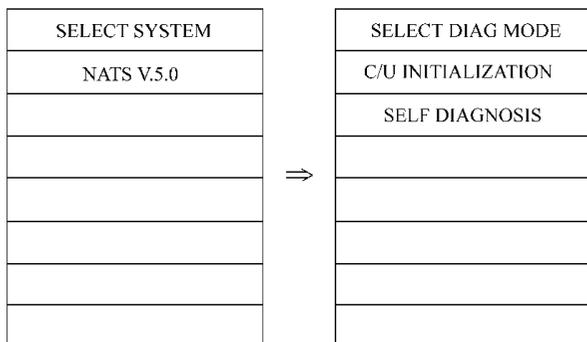

图 3 - 3 诊断仪显示
- (1) 关闭点火开关。
- (2) 把 CONSULT - II 连接到诊断接口上。
- (3) 把 NATS 程序卡 (UEN9A) 插入 CONSULT - II。
- (4) 接通点火开关。
- (5) 触接 “START (起动)”。
- (6) 选择 “NATSV.5.0”，根据各个维修步骤执行各诊断测试模式，如图 3 - 3 所示。
诊断仪的使用如图 3 - 4 所示。NATS 故障诊断流程如图 3 - 5 所示。